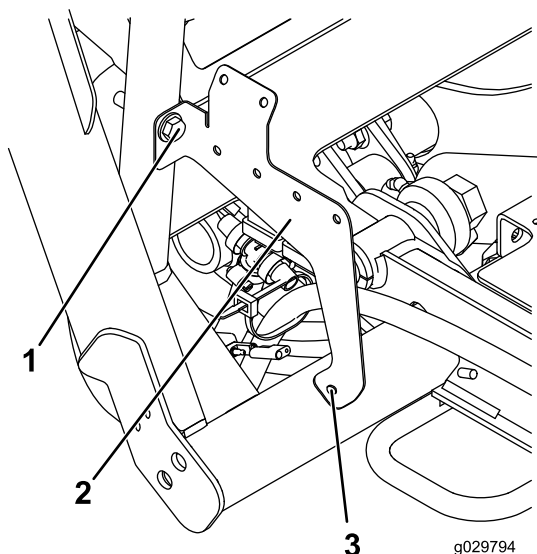

Рисунок 25
1. Установите, не затягивая, кронштейн реле на раму, используя болт (3/8 x 2 дюйма), шайбу (0,406 дюйма) и гайку (3/8 дюйма), как показано на Рисунок 25.
2. Отметьте место, показанное на Рисунок 25.